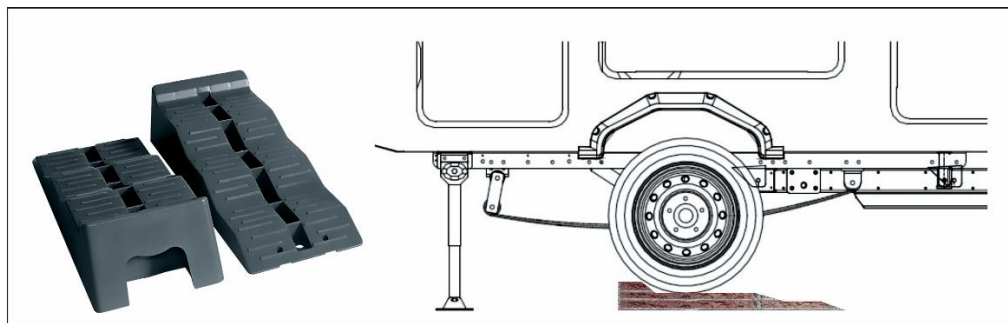

Рисунок 10. Слева: подкатные клинья. Справа самодельные, сбитые из подходящих досок.
- 1.5.5. Расположите домкрат под ось в соответствующей точке подъема домкрата (см. рис.10)
- 1.5.8. Установите запасное колесо и проделайте вышеописанную процедуру в обратном порядке. Затяните гайки, согласно рис. 10, до 88 Нм для стальных колес, или 130 Нм для легко сплавных дисков, с использованием динамометрического ключа.